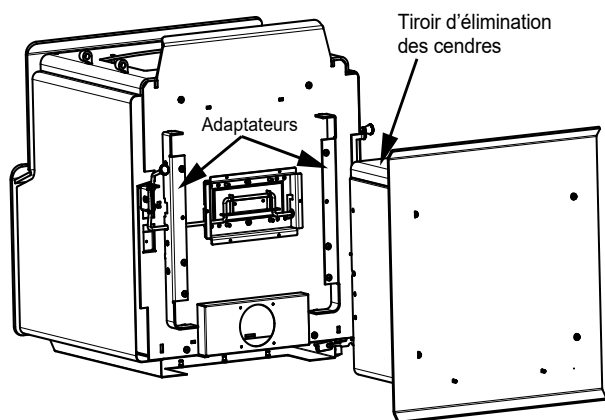

Figure 20.1
2. Glissez le piédestal par-dessus l'adaptateur à la base de l'appareil et fixez à l'aide de quatre boulons et un tournevis cruciforme (**Figure 20.1 à la page 20**).